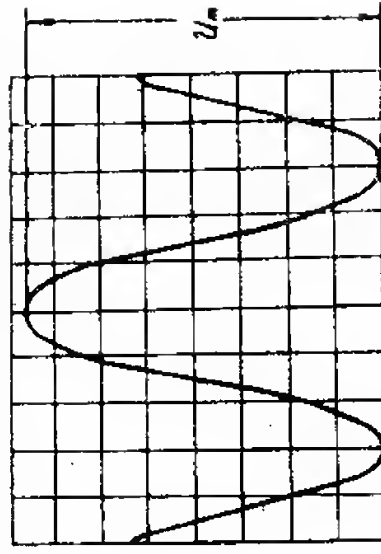

Рис. 3. Измерение полного размаха переменного напряжения.
- е) установите ручку «» вертикального смещения так, чтобы минимальный уровень сигнала совпал с одной из нижних линий, а максимальный — находился в пределах экранна. Ручкой «» горизонтального перемещения сместите изображение таким образом, чтобы один из верхних пиков находился на вертикальной средней линии шкалы (рис. 3);